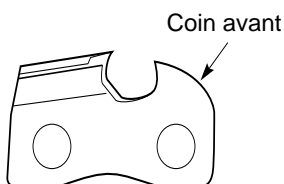

Figure 22 - Arrondir le coin avant du limiteur de profondeur
3. Retirer l'outil. Avec la lime plate, arrondir le coin avant du limiteur de profondeur. (Voir la figure 22.)